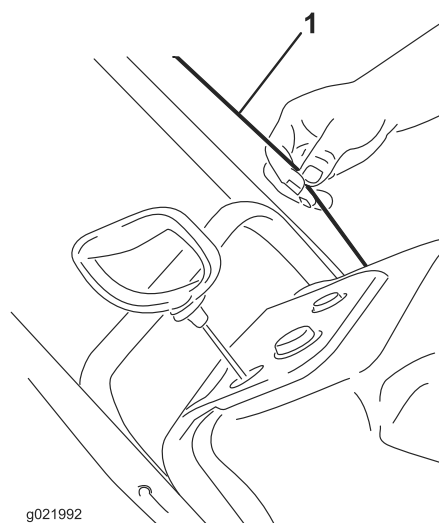

Figure 5
2. Veillez à ne pas pincer ni plier le câble de commande (Figure 5).